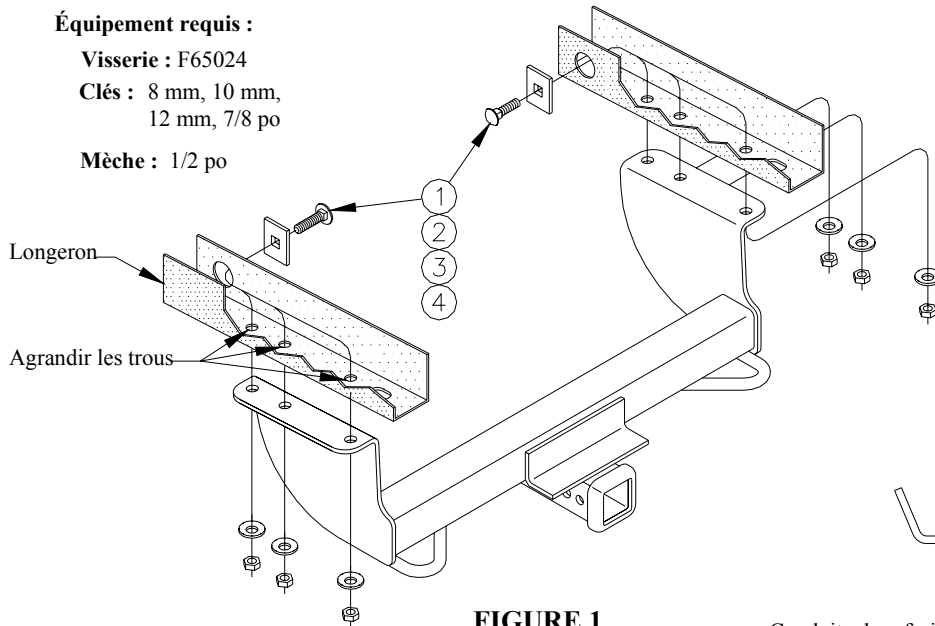

FIGURE 1
①	Qté (6)	Boulon de carrosserie, 1/2-13 x 1-3/4 po	④	Qté (6)	Écrou hexagonal, 1/2 po
②	Qté (6)	Espace, 1 x 2 x 1/4 po	⑤	Qté (2)	Fil de tirage, 1/2 po
③	Qté (6)	Rondelle conique, 1/2 po
2. Agrandir six (6) trous existants des longerons, comme illustré à la figure 1.
4. Soulever le récepteur en position et installer les rondelles coniques et les écrous hexagonaux. Voir la figure 1.